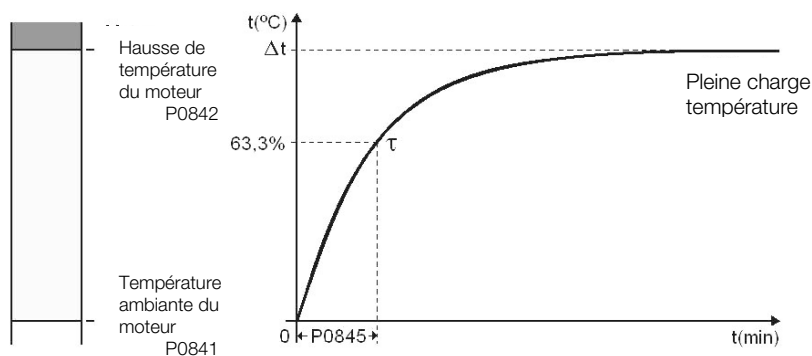

Figure 15.9 : Constante de chauffage du moteur pour l'intensité nominale
- P0845 règle la constante de chauffage du moteur, comme illustré sur la Figure 15.9.